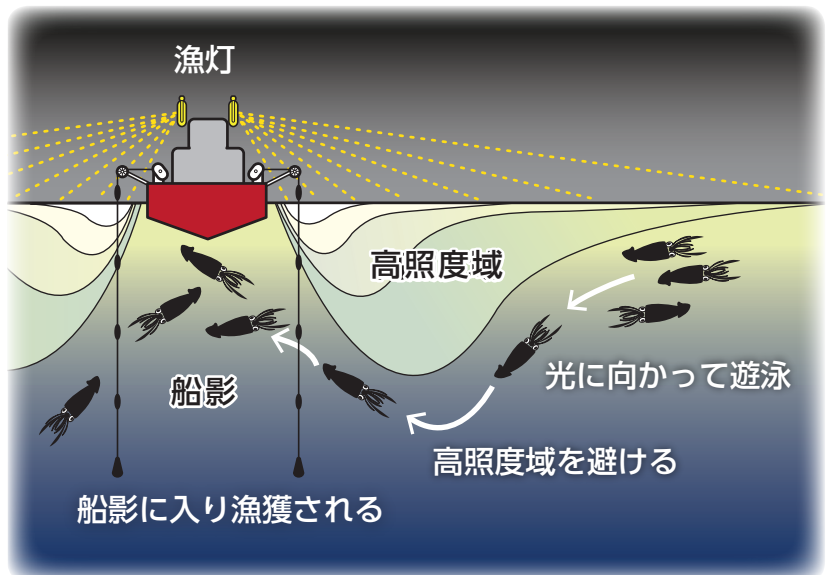

図3. イカが光に誘われて漁獲されるまで
これまでの調査により、スルメイカ（以下、イカと略します）は夜間に、①光に向かって泳ぐ ②表層付近に分布する ③目は暗いところに慣れている ④船影に多く分布することが分かっていました。そこで、イカは光に誘われて漁船まできたものの、明るすぎる場所を避けようと船底の影になるところに入り込み、そこにある擬餌針に飛びついて漁獲される、という仮説を立て、調査をしました（図3）。